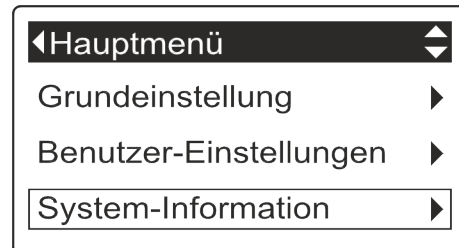

Abb. 29: Menü System-Information anzeigen
2. betätigen, bis das Menü „System-Information“ ausgewählt ist (Abb. 29).